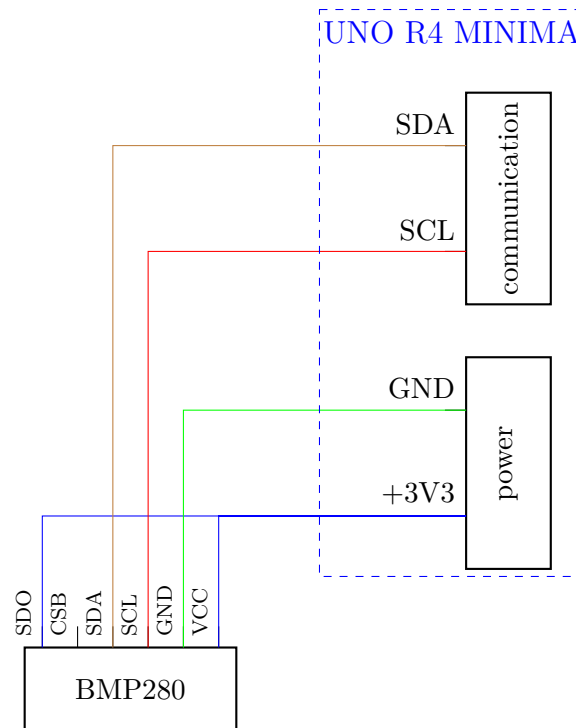

Figura 3.1: Conexión de sensor de presión absoluta BMP280
- a. Conecte el sensor BMP280 tal como se muestra en la Figura 3.1